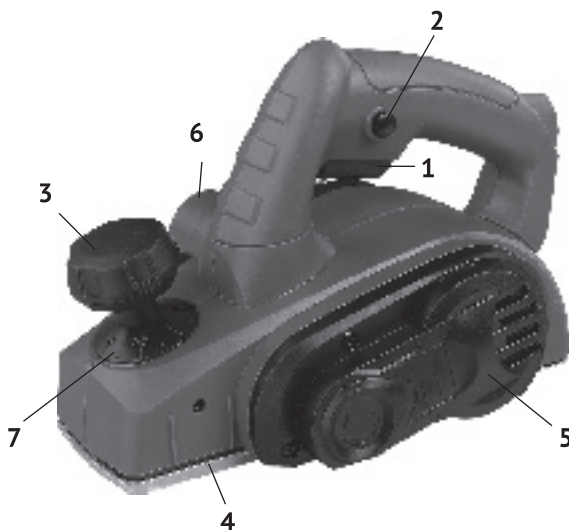

рис. 1
1.1 Ручной электрический рубанок (далее по тексту – рубанок) предназначен для строгания пиломатериалов из древесины различных пород. V – образная канавка на рабочей поверхности передней подошвы (рис.1 поз.4), позволяют производить снятие фасок при изготовлении элементов деревянных конструкций.
Внешний вид рубанка представлен на рис.1
1.8 Клавиша выключателя (рис.1 поз.1) расположена в нижней части рукоятки.
Во избежание самопроизвольного включения инструмента, выключатель снабжён блокировкой клавиши (кнопка блокировки, рис.1 поз.2, расположена на левой части рукоятки). Включение рубанка, осуществляется нажатием на клавишу выключателя указательным пальцем после нажатия и удержания кнопки блокировки большим пальцем. Рубанок отключается при отпускании клавиши выключателя, при этом кнопка блокировки (со щелчком) возвращается в ис-
1.9 Рукояткой (рис.1 поз.3) регулируется глубина строгания. Поворотом рукоятки по часовой стрелке увеличивается глубина строгания (по шкале рис.1 поз.7) в интервале от 0 до 2,0 мм. Разметка шкалы: одно деление - 0,25мм.
- вращением ручки (рис.1 поз.3) установить необходимую глубину строгания. Максимальную глубину (1,5-2,0 мм) следует устанавливать для обработки дерева мягких пород и черновой (обдирочной) обработке. Для окончательной (чистой) обработки, выставляется небольшая (около 0,25 - 0,5 мм) глубина строгания;